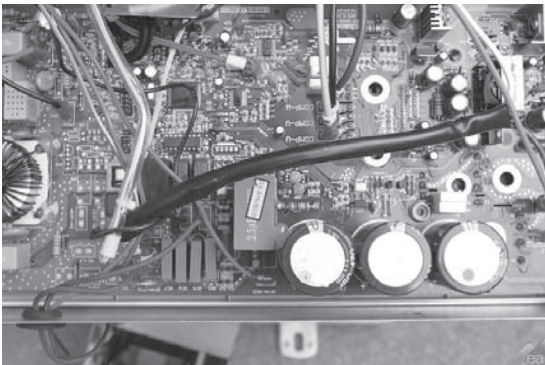

图 8-8 电脑板
- 2) 卸下室内机温按器板,如图 8-8 所示,测量电脑板电路 R56 电阻良好。